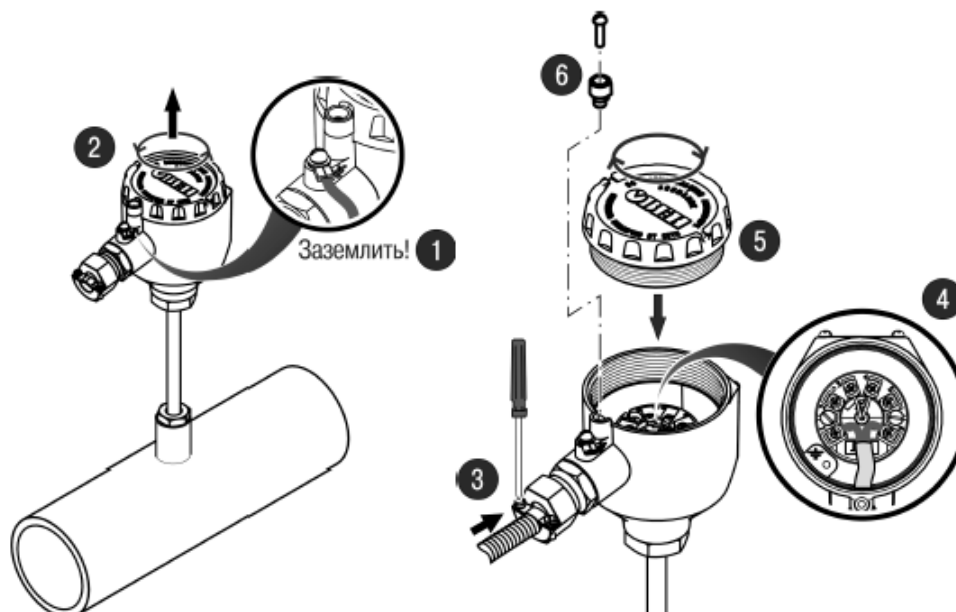

Рисунок 6.1 – Монтаж внешних электрических цепей (кабельный ввод показан условно)
4. Подключить внешние связи (см. рисунок 6.1):